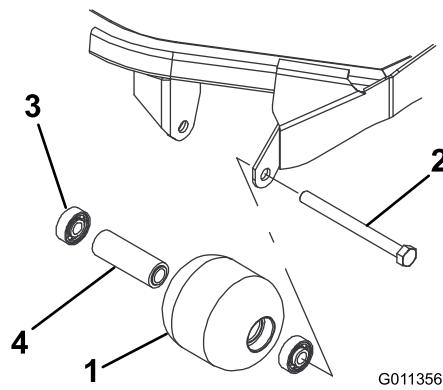

Figura 17
- Retire o parafuso de montagem do rolo (Figura 17)
- Verifique se a estrutura dos rolamentos, os rolamentos e a cunha de rolamentos estão danificados Figura 17 Substitua os componentes danificados e volte a montar.
- Introduza o primeiro rolamento na estrutura do rolo (Figura 17) Empurre só a calha externa ou, então, exerça o mesmo tipo de pressão nas calhas interna e externa.
- Coloque a cunha (Figura 17)
- Introduza o segundo rolamento na estrutura do rolo (Figura 17) exercendo o mesmo tipo de pressão nas calhas interna e externa até a calha interna entrar em contacto com o espaçador.